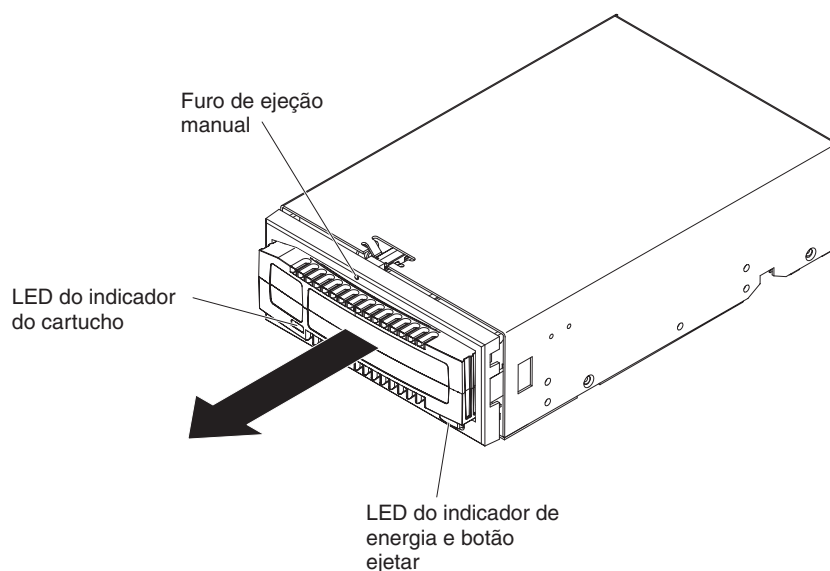

Figura 10. Ejetando um cartucho
- Pressione o botão ejetar na unidade (consulte Figura 10 na página 13) por pelo menos 0,5 segundos.
- Use o furo de ejeção manual (consulte Figura 10 na página 13) para ejetar o cartucho em caso de uma perda de energia ou quando os outros métodos de ejeção do cartucho falharem.